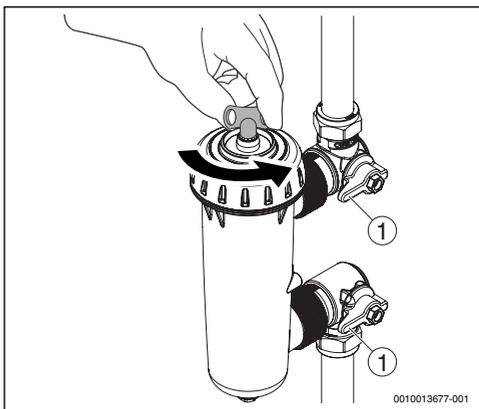

Fig. 22 Purger l'air de l'installation
- ▶ Tourner les vannes en position ouverte, comme indiqué par la marque verte sur la vanne (→ Fig. 22, [1]).